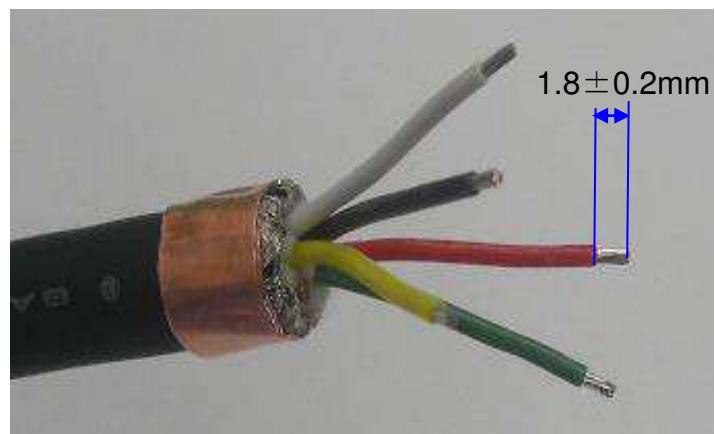

Fig. 7
- 7) 芯線をストリップする。Fig.7
- 7) Strip the core wire.Fig7